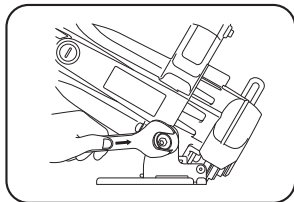

Figura 04
- Desaperte a porca de fixação (**Figura 04**) do ângulo com o auxílio da chave que acompanha o produto, regule na posição desejada de 0 a 45 graus, e depois aperte a porca novamente.